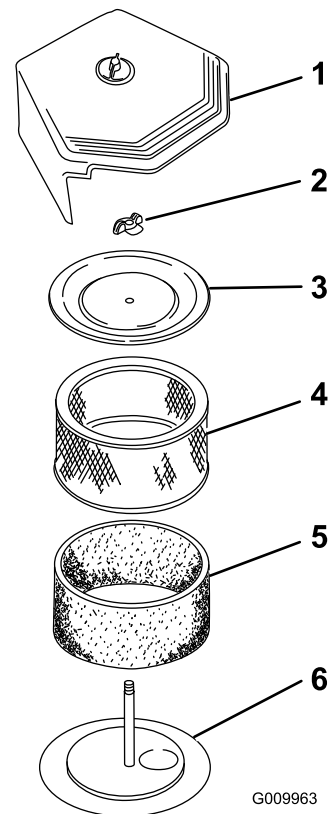

Figure 41
3. Desserrez le bouton de retenue du couvercle et déposez le couvercle (Figure 41).
6. Enlevez l'écrou du couvercle et le couvercle de l'élément filtrant (Figure 41).
2. Lavez le préfiltre à l'eau chaude additionnée de détergent (Figure 41).
2. Installez le préfiltre (après l'avoir huilé) sur l'élément filtrant (Figure 41).
3. Montez l'élément filtrant sur la base (Figure 41). Vérifiez qu'il est bien installé.
4. Mettez le couvercle de l'élément filtrant en place air et fixez-le avec l'écrou (Figure 41).